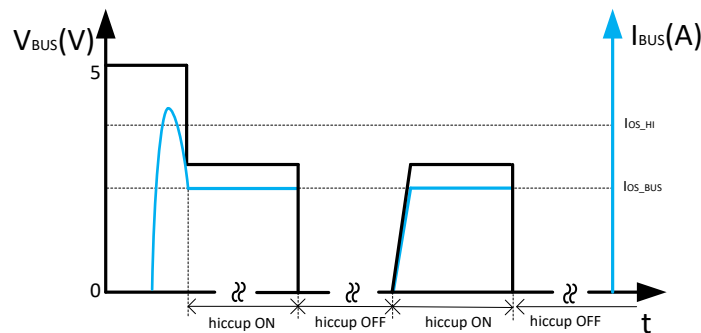

図 10-7. バス過電流保護 : 2 レベル電流制限
- 3 つ目の状態は、負荷電流が I_{OS_HI} 設定以上に増加した場合です。この場合、高速ターンオフは負荷によってトリガされず、USB パワー・スイッチの電流制限スレッシュホールドはすぐに 1 次側電流制限 I_{OS_BUS} に設定に戻ります。それでもまだ負荷によって I_{OS_BUS} 以上の電流が要求されると、図 10-7 に示すように、USB 出力電圧は $I_{OS_BUS} \times R_{LOAD}$ (抵抗性負荷) まで低下します。過電流制限状態が 4.1ms 以上続くと、対応の USB チャンネルは、オフ時間 524ms、オン時間 4.1ms のヒカップ・モードに入ります。他の USB チャンネルは正常に動作します。